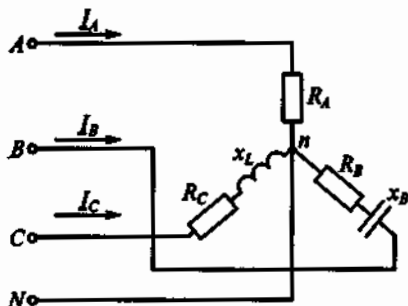

Рис. 133
3.111.Р. Активная мощность потребителя на рис. 133 $P = 4950$ Вт, линейное напряжение сети $U_n = 380$ В, токи $I_A = 10$ А, $I_B = 5$ А, а коэффициенты мощности фаз соответственно $\cos \varphi_A = 1$, $\cos \varphi_B = 0,5$, $\cos \varphi_C = 0,5$. Каковы ток I_C , сопротивления R_C , x_L и реактивная мощность Q потребителя? (Указать неправильный ответ.)
3.114. Включая вольтметр между различными точками схемы, изображенной на рис. 133, измерить напряжения и определить, какое из них линейное, а какое — фазное.